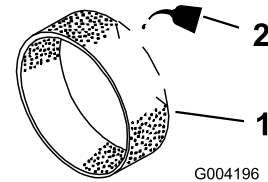

Bild 16
3. Gießen Sie 29,6 ml bis 59,1 ml Öl auf den Vorfilter (Bild 16).